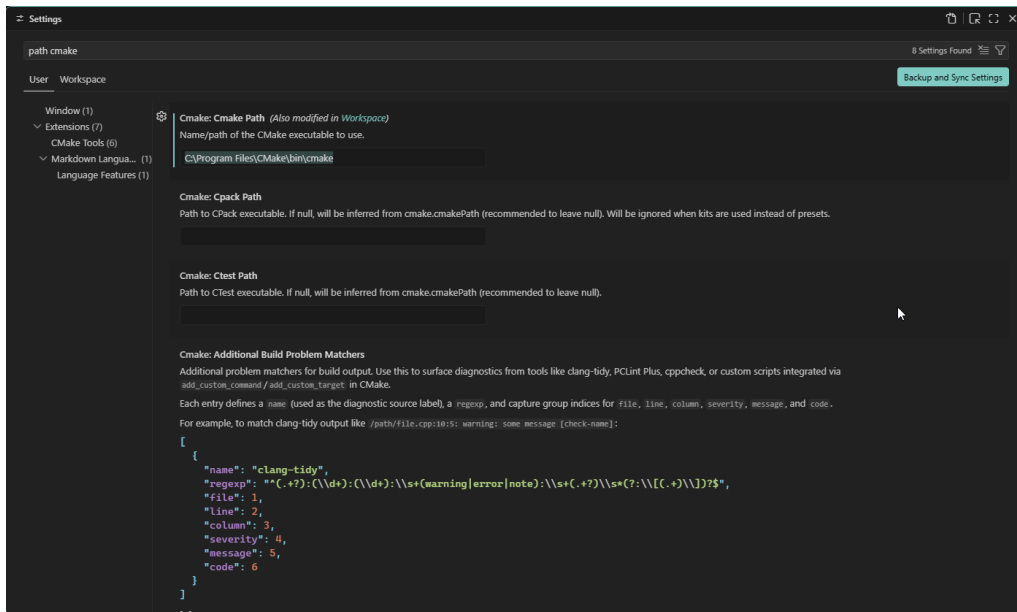

Figura 2: Asignación de la ruta de CMake en el campo Cmake Path de VS Code.
- En la caja de texto de esta opción, introduzca la ruta exacta en su disco duro donde se localiza el binario de CMake. Para esta instalación, la ruta corresponde a: `C:\Program Files\CMake\bin\cmake` (tal como se ilustra en la figura 2).